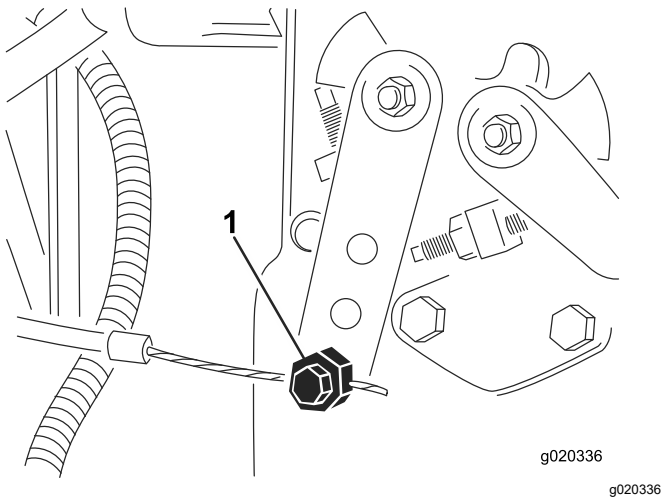

Figure 79
3. Desserrez le connecteur du câble d'accélérateur sur le bras du levier de la pompe d'injection (Figure 79).